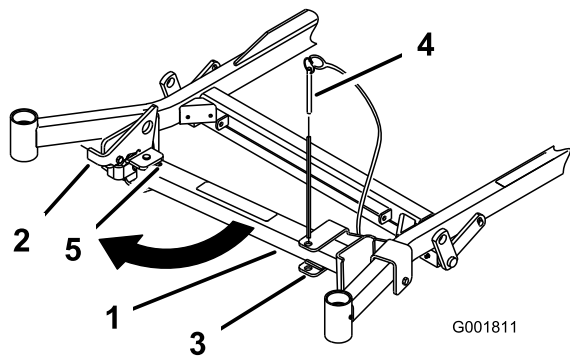
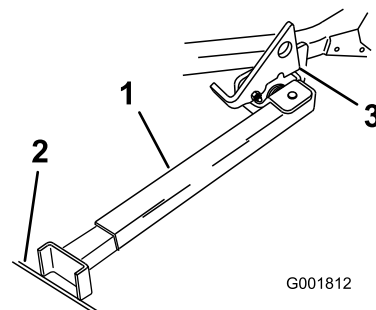

Figure 26
Figure 27
2. Retirez la goupille du support (Figure 26).
3. Soulevez le verrou. Dépliez le pied du support et poussez le support vers la machine dans la base de la fente (Figure 26 et Figure 27).
4. Posez le pied du support sur le sol et appuyez le verrou sur la languette de pivot (Figure 27).
Remarque: Pour obtenir de meilleurs résultats, placez le pied du support dans des fissures du trottoir ou du gazon (Figure 27).
6. Montez la machine sur le support. Arrêtez-vous quand le verrou retombe sur la languette en position verrouillée (Figure 27). Une fois la machine en place sur le support, serrez le frein de stationnement et coupez le moteur.
5. Ramenez le support à sa position de repos (Figure 26).